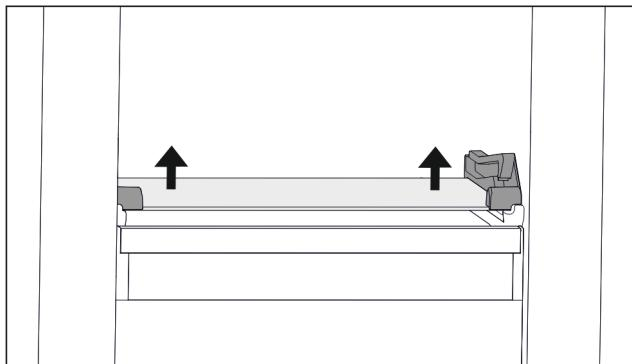

Fig. 63 Skleněná deska odklápací zásuvky
- ▶ Vytlačte skleněnou desku zdola na obou stranách nahoru. (viz Fig. 63)